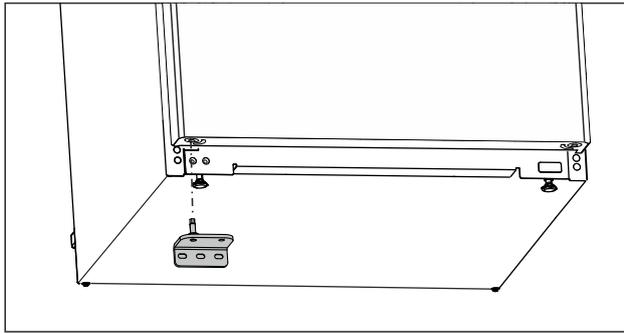

Fig. 20
- Inserire il blocco inferiore di supporto sul lato opposto. (vedere Fig. 20)